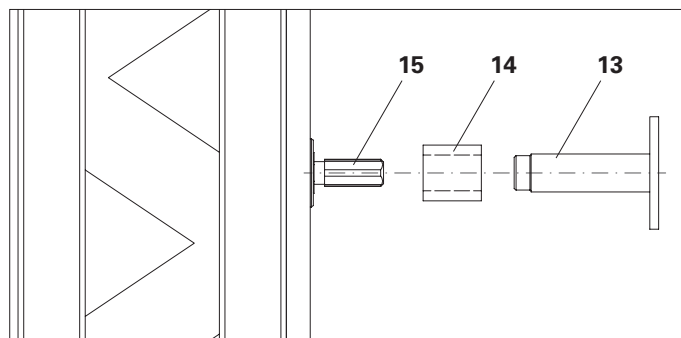

Fig. A5.07
3. Avvitare la boccola ancoraggio M24 sulla piastra di predisposizione M24x65 mm (**15**) e bloccare in posizione fissandola all'armatura. (Fig. A5.07)